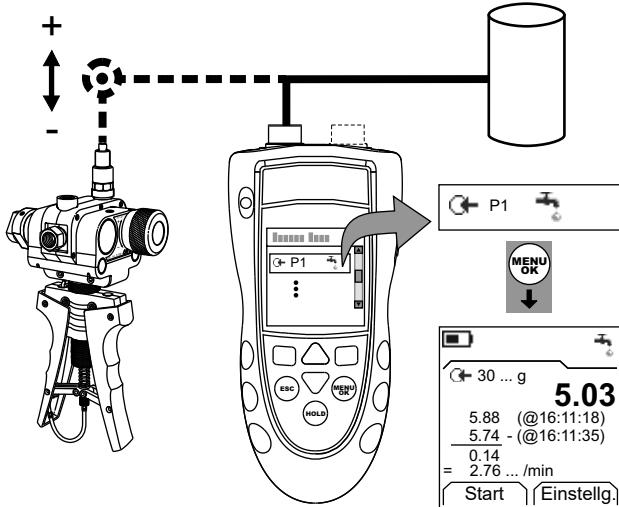

Abbildung 3: Beispielkonfiguration: Leckagetest
- Schließen Sie das Gerät an (Abbildung 3) und ändern Sie ggf. die Option Konfig. (Tabelle 1).